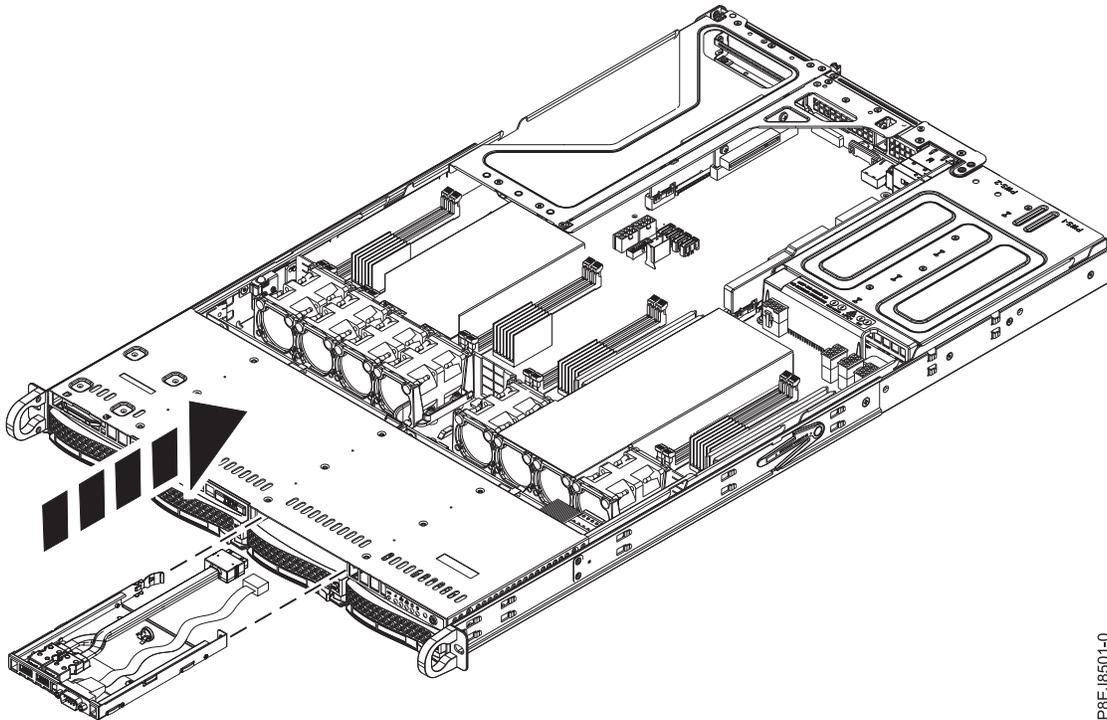

Figura 62. Inserción de los conectores y cables USB
2. Dirija los cables USB y serie por la parte frontal del sistema y deslice los conectores y cables USB por la parte frontal como se muestra en la Figura 62 en la página 60 hasta que encajen en su sitio.